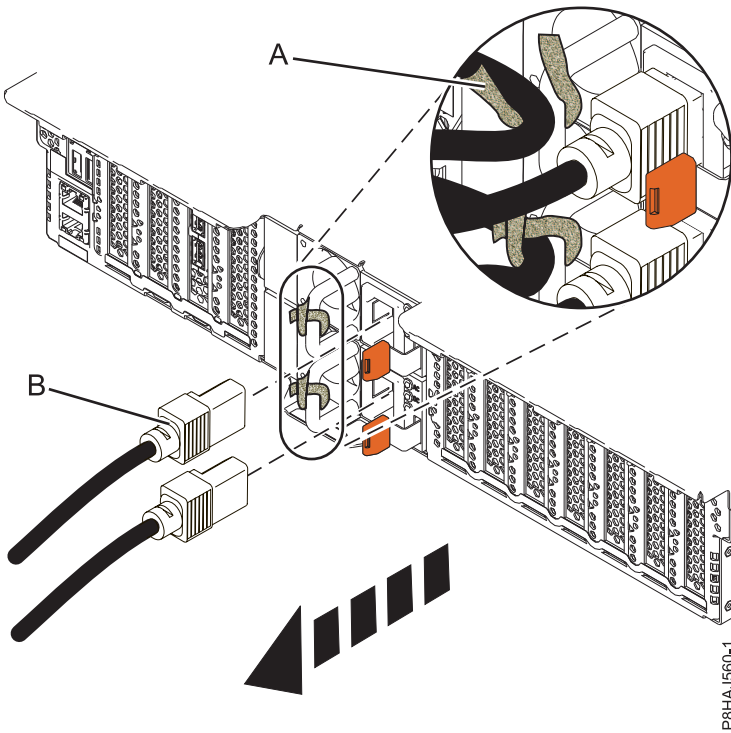
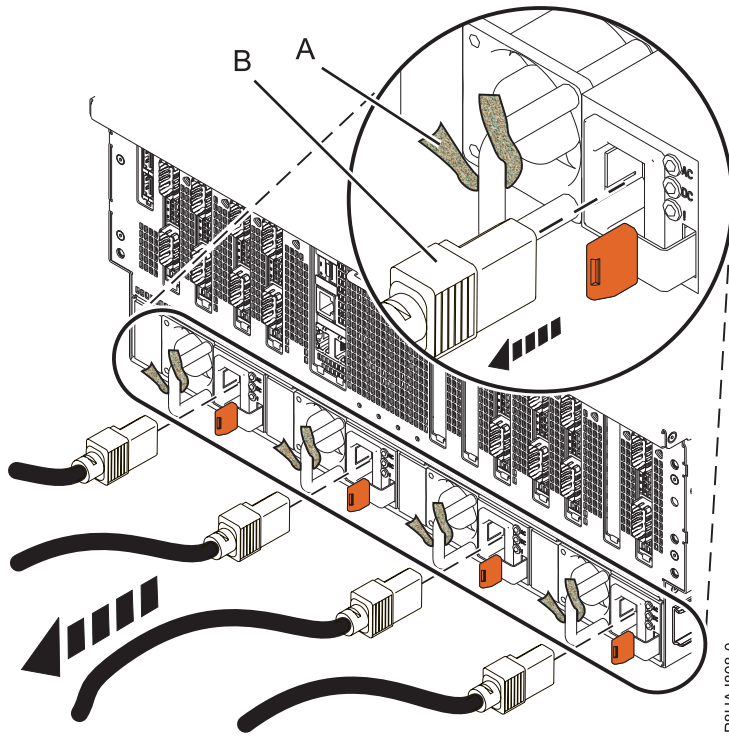

Figure 21. Retrait des cordons d'alimentation d'un système 5148-21L, 5148-22L, 8247-21L, 8247-22L, 8284-21A ou 8284-22A
Figure 22. Retrait des cordons d'alimentation d'un système 8408-44E ou 8408-E8E
3. Débranchez les cordons d'alimentation (**B**) de l'unité centrale. Voir les figures figure 20, à la page 40, figure 21, à la page 40 ou figure 22, à la page 41 selon le type de votre système.